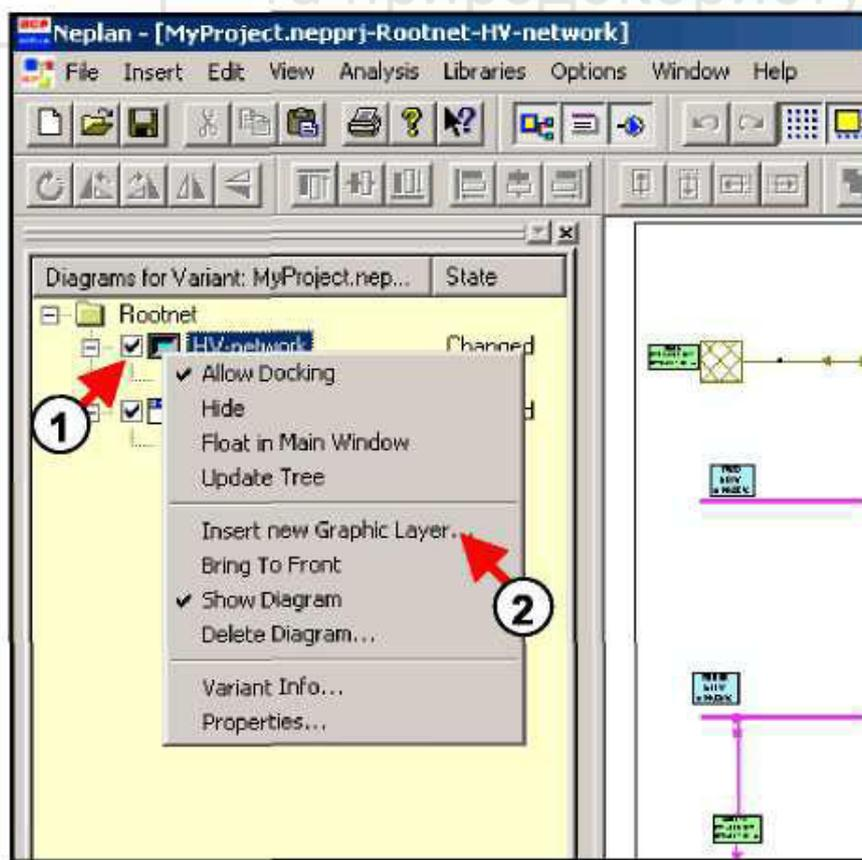

Рисунок 5.2 – Додавання нового графічного рівня в схему «*HV-Network*»
**Введення нового графічного рівня.** Для створення нового графічного рівня необхідно в менеджері схем натиснути правою клавішею миші на символі схеми «*HV-Network*» (цифра 1, рис. 5.2).
Далі в меню, що з'явилося необхідно вибрати «*Insert new Graphic Layer*» (цифра 2, рис. 5.2).